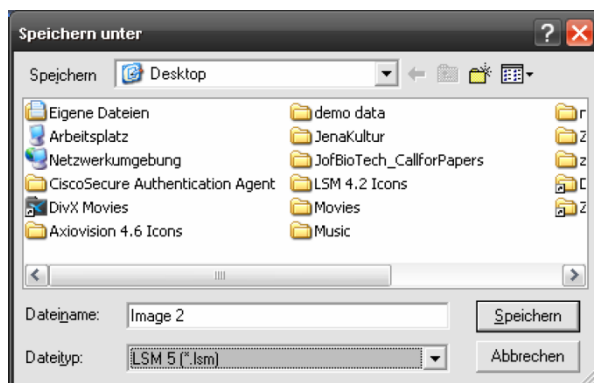

Fig.28 画像保存画面
- ① 右ツールエリアのサムネイル表示から保存したい画像を選択します。
- ② **File** - **Save** (もしくは **Save as**) を選択するか、サムネイル表示中の  ボタンをクリックし、保存先を指定します (Fig.28)。